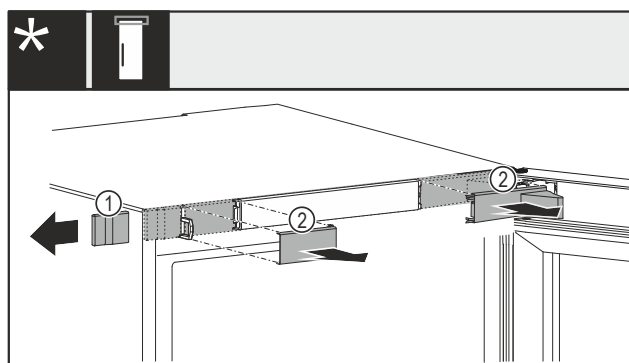

Fig. 14 S mechanickým nebo elektrickým zámekem*
- ▶ Opatrně sejměte kryt Fig. 14 (1) ze strany.*
- ▶ Opatrně sejměte kryty Fig. 14 (2) směrem dopředu.*